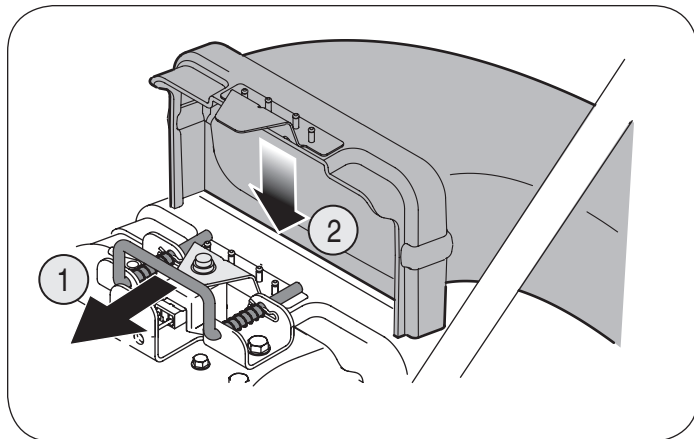

Figura 7
1. Tome el canal de soplado con una mano y deslice la varilla de seguridad del soporte de montaje hacia el motor con la otra mano. Use el extremo del soporte de montaje como palanca cuando deslice la varilla de seguridad. Vea la figura 7.